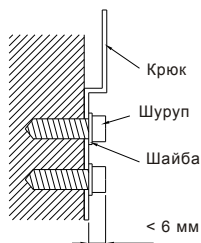

Рис. 12
- Закрепите крюк с помощью шурупа на стене (согласно Рис. 12)